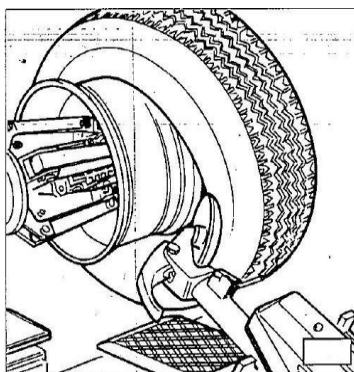

Fig. 7.5
- 1) Om däckets inte är svårt att demontera, använd däckavdragaren för att trycka mot däckets insida tills båda vulsterna lossnar från fälgen (se fig. 7.5).